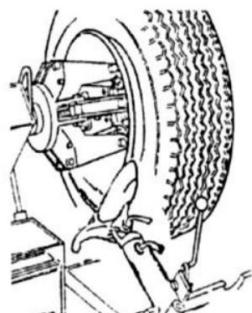

Fig 9
10. Repita a operação acima até que a borda do pneu do outro lado se solte, conforme indicado na Fig. 9.